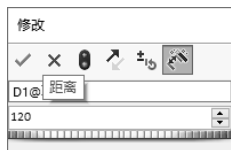
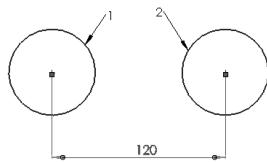

图 2-76 “修改”对话框
图 2-77 标注的尺寸
(3) 设置标注位置。移动鼠标到要放置尺寸的位置,然后单击鼠标左键,此时系统出现如图 2-76 所示的“修改”对话框。在其中输入要标注的尺寸值,然后按 Enter 键,或者单击“修改”对话框中的“确定”按钮,此时视图如图 2-77 所示,并在窗口左侧出现“尺寸”属性管理器。